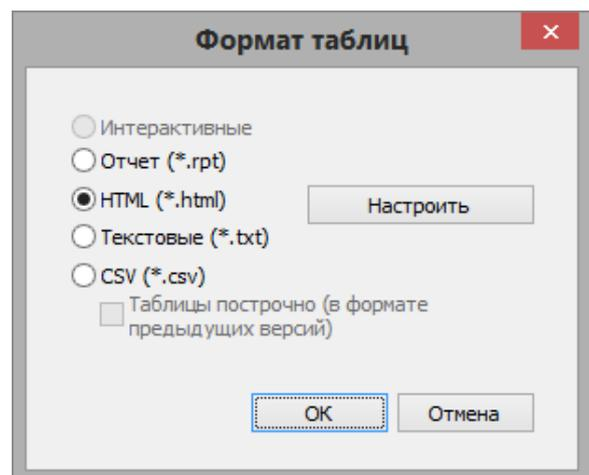

Рис.5.29. Диалоговое окно **Формат таблиц**
- В новом диалоговом окне **Формат таблиц** (рис.5.29) включите радио-кнопку **HTML** и щелкните по кнопке **ОК**.